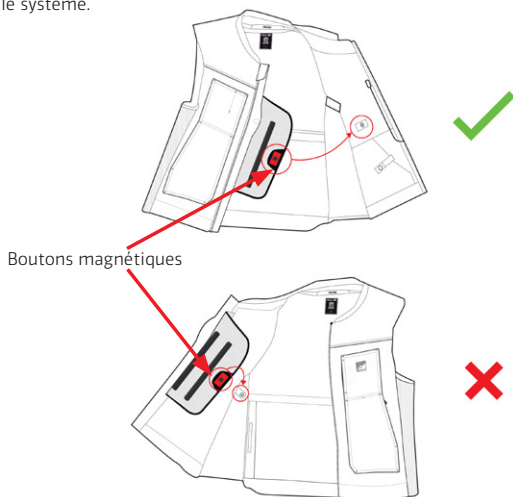

Figure 9
1. Mettez le système et fixez l'Airbag présent dans la zone de la poitrine en reliant le bouton magnétique de la poitrine (9) au bouton magnétique gauche (11) présent sur la veste (Figure 9).
2. Fermez le Zip d'activation (1) de bas en haut et attendez que le système s'allume.
3. La fermeture correcte du Zip d'activation (1) et la mise en marche du système sont signalées par l'allumage de l'écran LED (2) et par la présence d'une vibration dans la même zone.
4. Une fois le système mis sous tension, vérifier l'affichage LED (2) pour s'assurer que le système a démarré correctement (voir section 13 "Indications de l'affichage LED"). En particulier, l'utilisateur doit s'assurer qu'après le démarrage du système, il n'y a pas d'erreur dans le système.